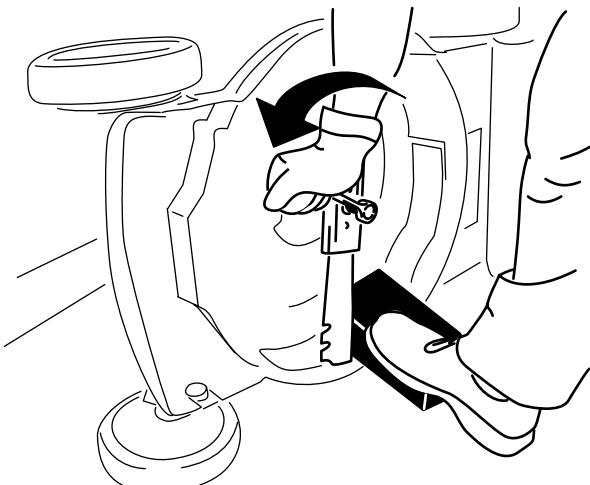

Bild 29
3. Stabilisieren Sie das Messer mit einem Holzblock (Bild 29).
4. Nehmen Sie das Messer ab und bewahren Sie alle Befestigungsschrauben auf (Bild 29).